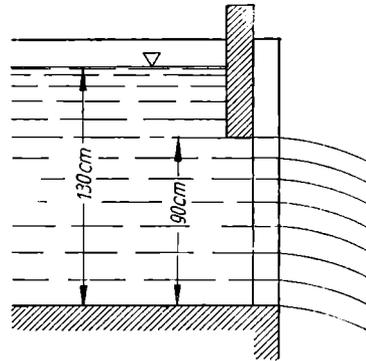

Bild 254
70. Die **seitliche Ausflußöffnung** eines Gefäßes ist eine Rechteckfläche von der Breite b . Ihre Unterkante liegt um h_1 , die Oberkante um h_2 unter Wasser (Bild 254). Wie groß ist die sekundliche Abflußmenge?
71. Das Freischütz im Zuflußgerinne einer Turbine läßt das Wasser unbenutzt in den „Freilauf“ abfließen, wenn es beim Stillsetzen der Turbine nicht gebraucht wird. Der Wasserstand im Gerinne beträgt 130 cm. Das Schütz gibt in der Stellung nach Bild 254 einen rechteckigen Ausflußquerschnitt von 90 cm Höhe und 60 cm Breite frei. Wieviel Wasser fließt bei einer Ausflußzahl 0,8